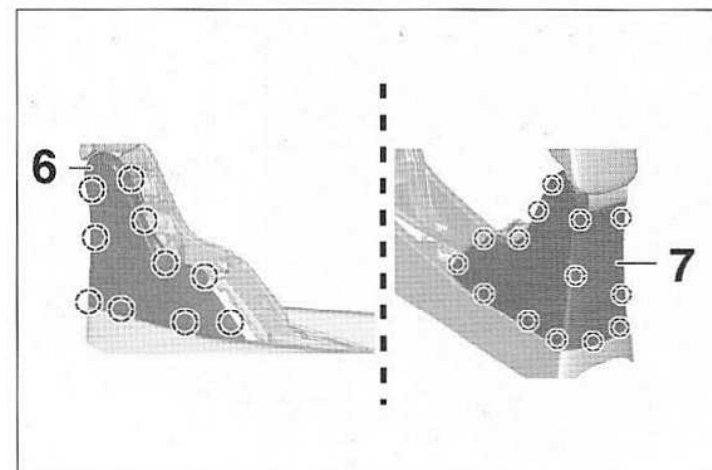

FIG.5
- Dégrafer puis déposer les garnitures latérales (6) et (7) en commençant par celle côté passager (Fig.5).